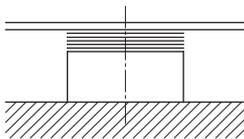
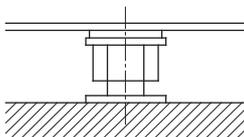

Fig. 6 : Cales d'épaisseur sur la surface de fondation
Fig. 7 : Vis de nivellement sur la surface de fondation
- Placer des cales d'épaisseur (de 20 à 25 mm env. d'épaisseur) sur chaque trou de vissage de la surface de fondation (voir fig. 6). Des vis de nivellement peuvent également être utilisées (voir fig. 7).